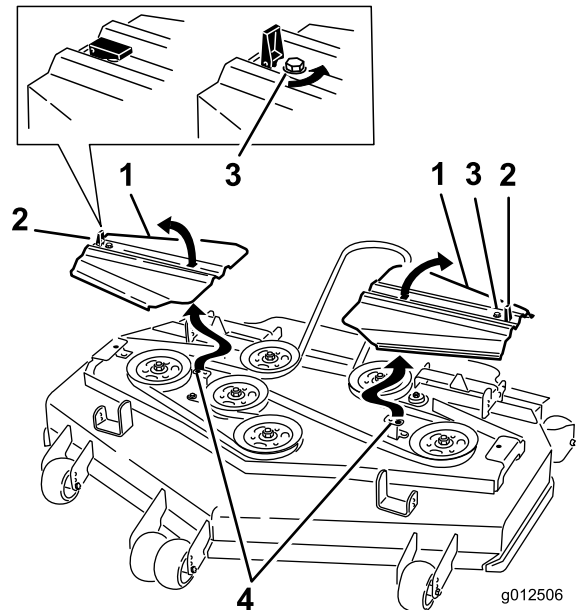

Bild 91
14. Setzen Sie die Riemenabdeckungen auf. Die Nasen sollten in den Schlitz stecken. Setzen Sie die Schrauben und schließen Sie die Laschen (Bild 91).